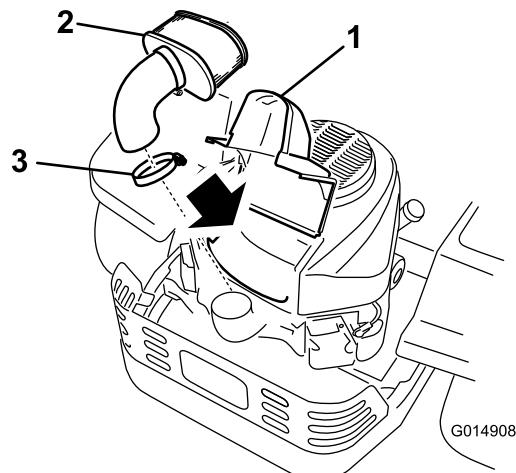

Figura 28
3. Limpie alrededor de la tapa del limpiador de aire para evitar que la suciedad penetre en el motor y cause daños. Levante la cubierta y retire la abrazadera que sujeta el conjunto del limpiador de aire al motor (Figura 28).
4. Afloje la abrazadera y retire el elemento de papel(Figura 28).